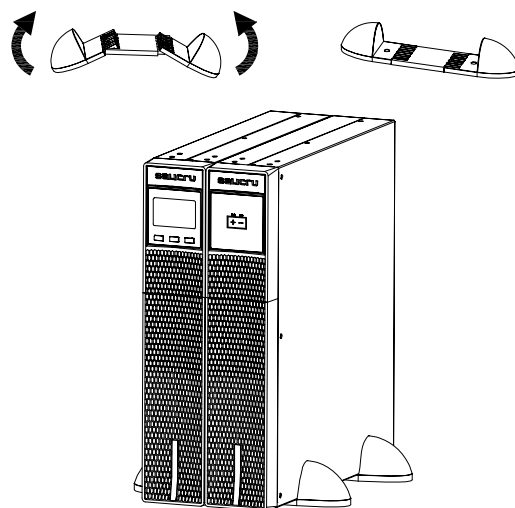

Fig. 10. Modèle en montage vertical -type tour- avec extension autonomie (module de batteries).
- ☐ Au retrait du connecteur femelle de la prise où il est inséré. Ce connecteur a un câble connecté en mode pont qui ferme le circuit (voir Fig. 10-A).
- ☐ Ou en appuyant sur le bouton externe à l'équipement et appartenant à l'utilisateur et installé entre les bornes du connecteur (voir Fig. 10-B). La connexion dans le bouton poussoir doit être dans le contact normalement fermé -NC-, de sorte qu'il ouvrira le circuit lorsqu'il est actionné.